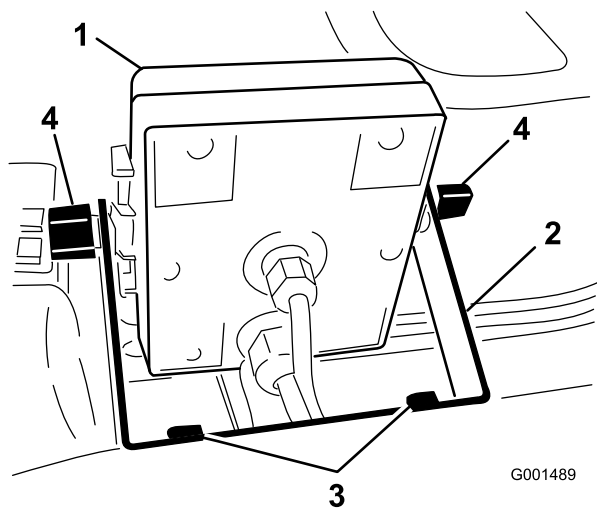
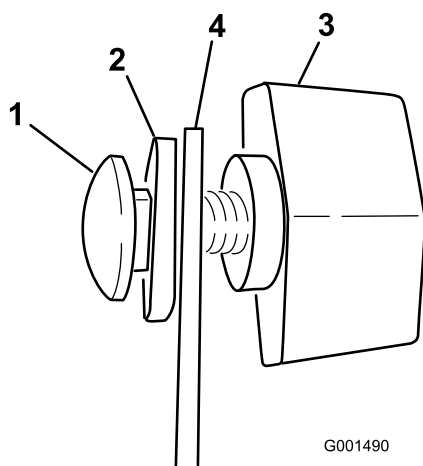

Figura 5
Figura 6
2. Montate la staffa del monitor bracket sulla plancia (Figura 5) usando due bulloni a testa flangiata (1/4 x 3/4 poll.) e due dadi flangiati (1/4 poll.).
3. Montate sulla staffa, senza serrarli, i due bulloni a testa tonda, le rondelle elastiche e le manopole, come illustrato nelle Figura 5 e Figura 6.
- Montate il monitor Spray Pro sopra la testa dei bulloni a testa tonda (Figura 5) quindi serrate le manopole per ancorarlo.